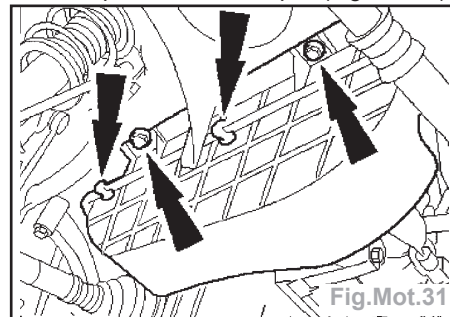

Fig.Mot.31
- Détacher la conduite de circuit de direction assistée et déposer la tôle de protection de poulie de vilebrequin (Fig.Mot.31).
- Déposer la tôle de protection de poulie de vilebrequin (Fig.Mot.31).